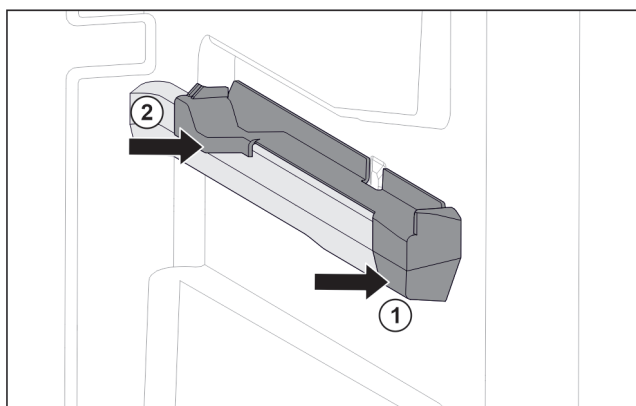

Fig. 104 Вставная часть на правом контейнерном ребре
- ▶ Наденьте вставную часть спереди на контейнерное ребро. Fig. 104 (1)
- ▶ Нажмите на вставную часть сзади. Fig. 104 (2)